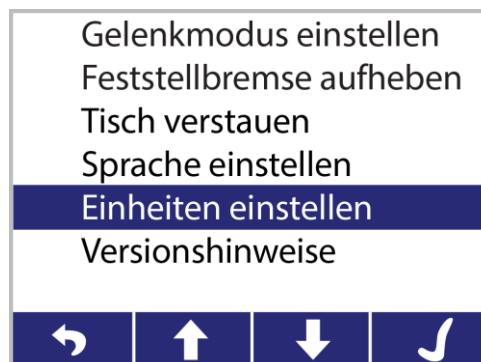

Abbildung 39: Auswählen der Option Einheiten einstellen
2. Durch Drücken der **Abwärtspfeil**-Bildschirmtaste **Einheiten einstellen** (Abbildung 39) auswählen. Die zum Häkchen gehörige Bildschirmtaste drücken.